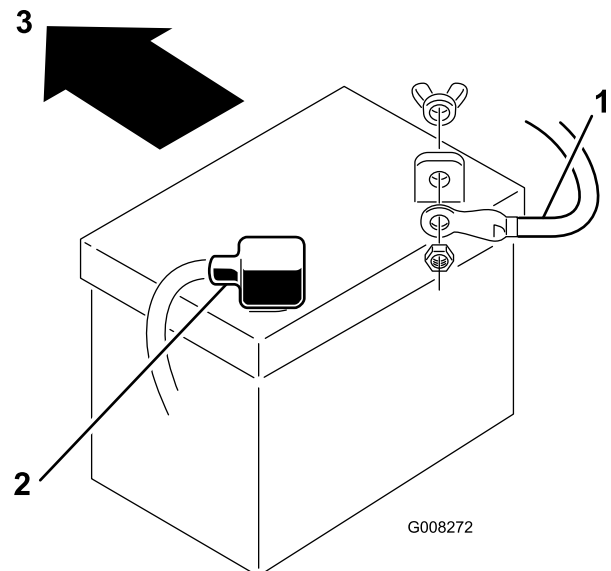

Figura 30
7. Desconecte el cable negativo de tierra (negro) del borne de la batería (Figura 30).
9. Desconecte el cable positivo (rojo) del borne de la batería (Figura 30).
1. Coloque la batería en el chasis con los bornes hacia la parte trasera de la máquina (Figura 30).
3. Usando el perno y la tuerca de mariposa, conecte el cable positivo (rojo) al borne positivo (+) de la batería (Figura 30). Deslice la cubierta de goma sobre el borne de la batería.
4. Usando el perno y la tuerca de mariposa, conecte el cable negativo (negro) al borne negativo (-) de la batería (Figura 30). Deslice la cubierta de goma sobre el borne de la batería.